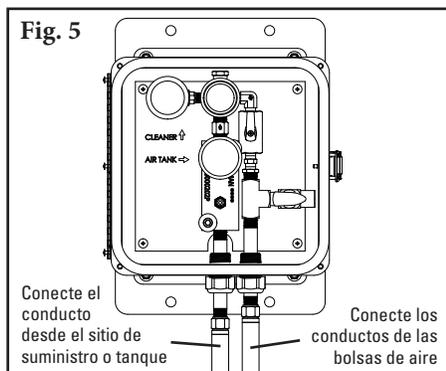

Fig. 5
5. **Reensamble el tensor SAT XD.** Quite los tres tornillos de la placa de soporte de bolsa de aire (Fig. 4a). Gire el accesorio roscado en la placa de soporte. Gire también parte del accesorio roscado en el orificio en el montaje del eje. (Fig. 4b) Asegúrese de que todavía se vea 1/4" (6mm) del accesorio roscado, luego gire la bolsa de aire en el accesorio roscado y apriete. (Fig. 5)